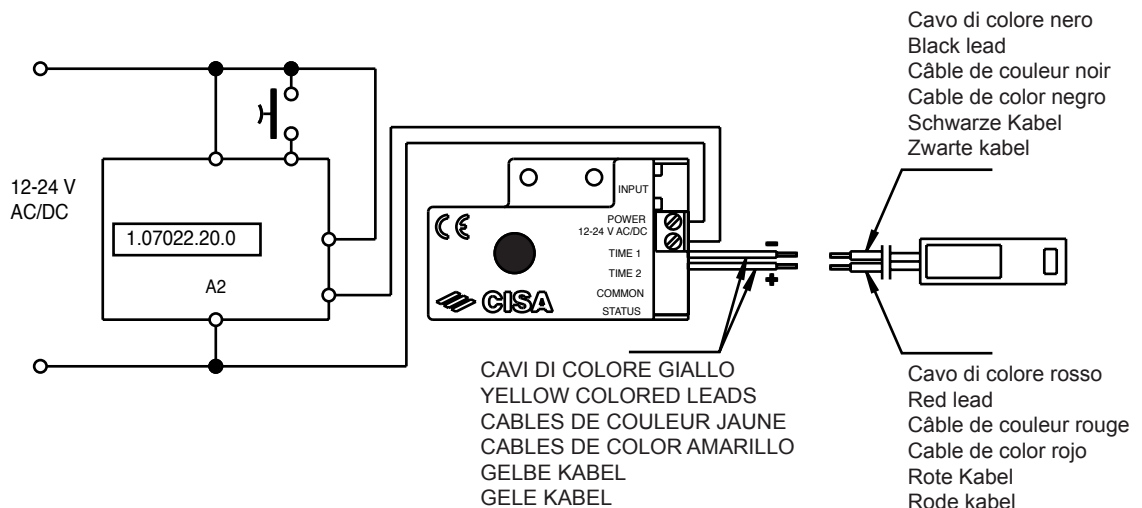

FIG. 14
**COLLEGAMENTO (Fig. 14)**
**EN MODULAR TIMER ACCESSORY (item 1-07022-20-0)**
**CONNECTION (fig. 14)**
**BRANCHEMENT (Fig. 14)**
**CONEXIÓN (Fig. 14)**
**ANSCHLUSS (Abb. 14)**
**AANSLUITING (Fig. 14)**